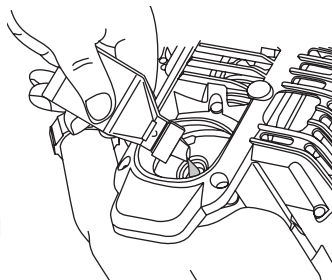

Fig. 12
4. Vierta todo el contenido de la botella de aceite en el cigüeñal (Fig. 12).